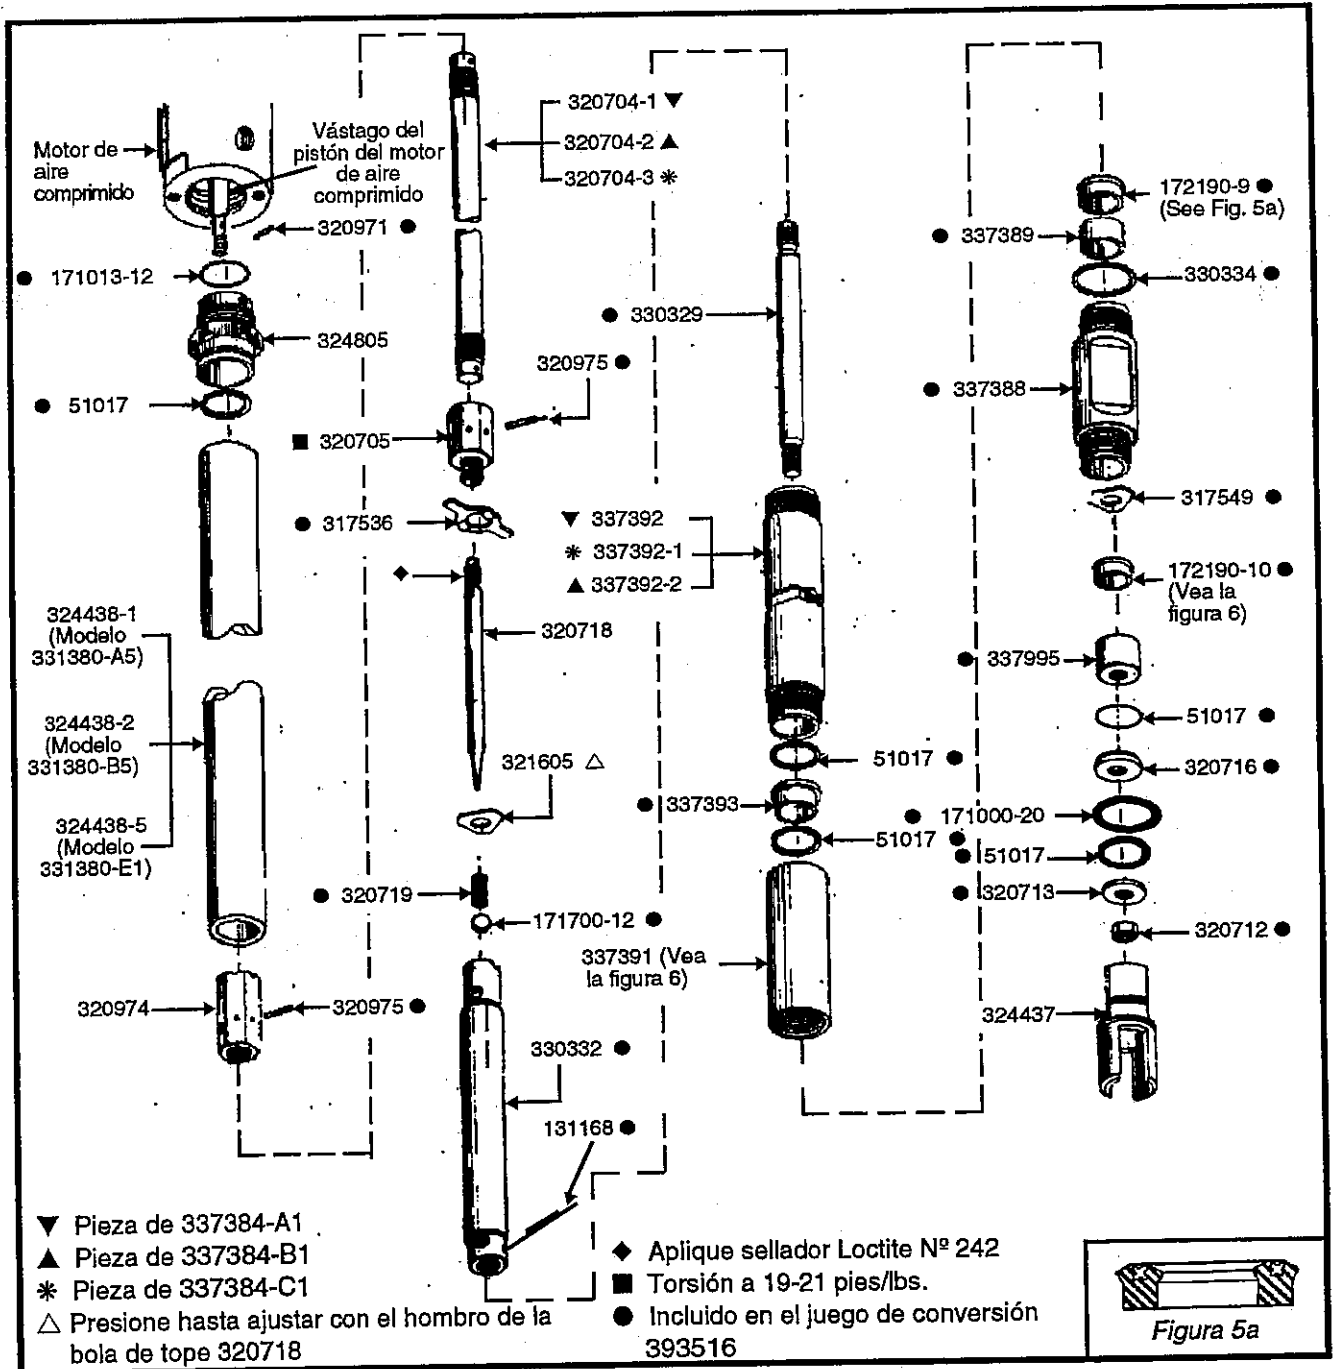

Figura 5: Reensamblaje del tubo de bombeo 337384-A1, 337384-B1 ó 337384-C1
(Figura 5)
REENSAMBLAJE DEL TUBO DE BOMBEO (FIGURA 5)
14. Deslice la junta obturadora 330334 sobre el extremo de la extensión 337388 habiendo expuesto el metal más allá del extremo de las roscas (consulte la figura 5 para orientar apropiadamente la extensión).
21. Engrase abundantemente el sello 172190-10 e instálelo en el cuerpo de la válvula 337995. (Consulte la figura 5 para orientar apropiadamente el ensamblaje de la válvula). 22. Engrase abundantemente el vástago de cebado 330329. Deslice la válvula con el sello en el vástago. (Consulte la figura 5 para orientar apropiadamente el ensamblaje de la válvula).